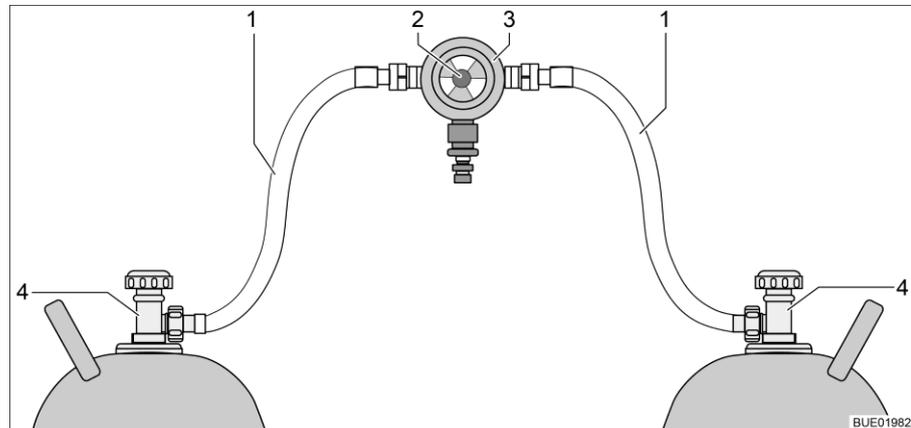
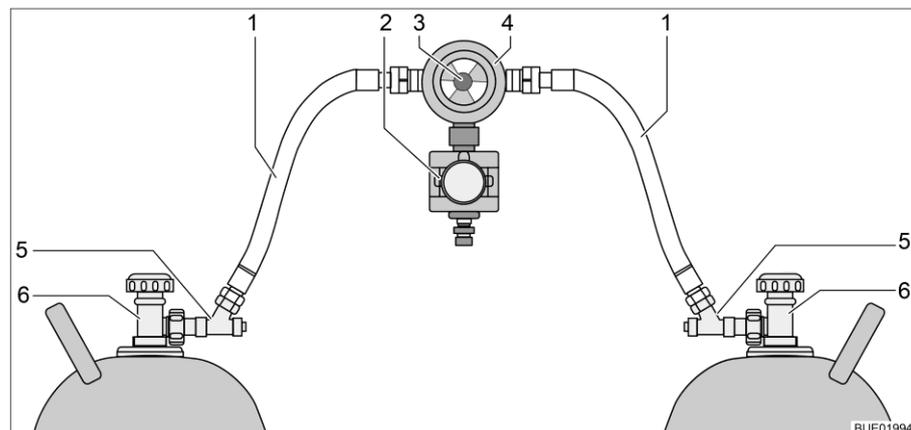

Bild 56 Gasflaschen-Umschaltanlage
Bild 57 Gasflaschen-Umschaltanlage mit CPU
Die Gasflaschen-Umschaltanlage besteht aus einem kombinierten Gasdruckregler mit Umschaltventil und Anzeige (Bild 56,3). Die Gasflaschen-Umschaltanlage ist zwischen den beiden Gasschläuchen (Bild 56,1) montiert.
Die Gasflaschen-Umschaltanlage besteht aus einem kombinierten Gasdruckregler mit Umschaltventil und Anzeige (Bild 57,4) und einem Elektroventil (Bild 57,2). Das Elektroventil sperrt bei Vollbremsung, Unfall oder ungewöhnlich großer Schräglage die Gaszufuhr zum Fahrzeug. Die Gasflaschen-Umschaltanlage ist zwischen den beiden Gasschläuchen (Bild 57,1) mit Schlauchbruchsicherungen (Bild 57,5) montiert.
Mit dem Drehknopf (Bild 56,2 bzw. Bild 57,3) an der Gasflaschen-Umschaltanlage lässt sich bestimmen, welche der Gasflaschen als Betriebsflasche und welche Gasflasche als Reserveflasche verwendet wird.
An der Bedieneinheit (Bild 58) können nur die elektrischen Funktionen geschaltet werden. Die Haupt-Absperrventile der Gasflaschen (Bild 56,4 bzw. Bild 57,6) müssen von Hand geöffnet oder geschlossen werden.
- Haupt-Absperrventile an den Gasflaschen (Bild 56,4 bzw. Bild 57,6) öffnen.
- Schlauchbruchsicherungen (Bild 57,5) nacheinander 10 Sekunden lang drücken.
- Mit dem Drehknopf (Bild 56,2 bzw. Bild 57,3) an der Umschaltanlage die Gasflasche wählen, der vorrangig das Gas entnommen werden soll (Betriebsflasche).
- Haupt-Absperrventile an den Gasflaschen (Bild 56,4 bzw. Bild 57,6) schließen.